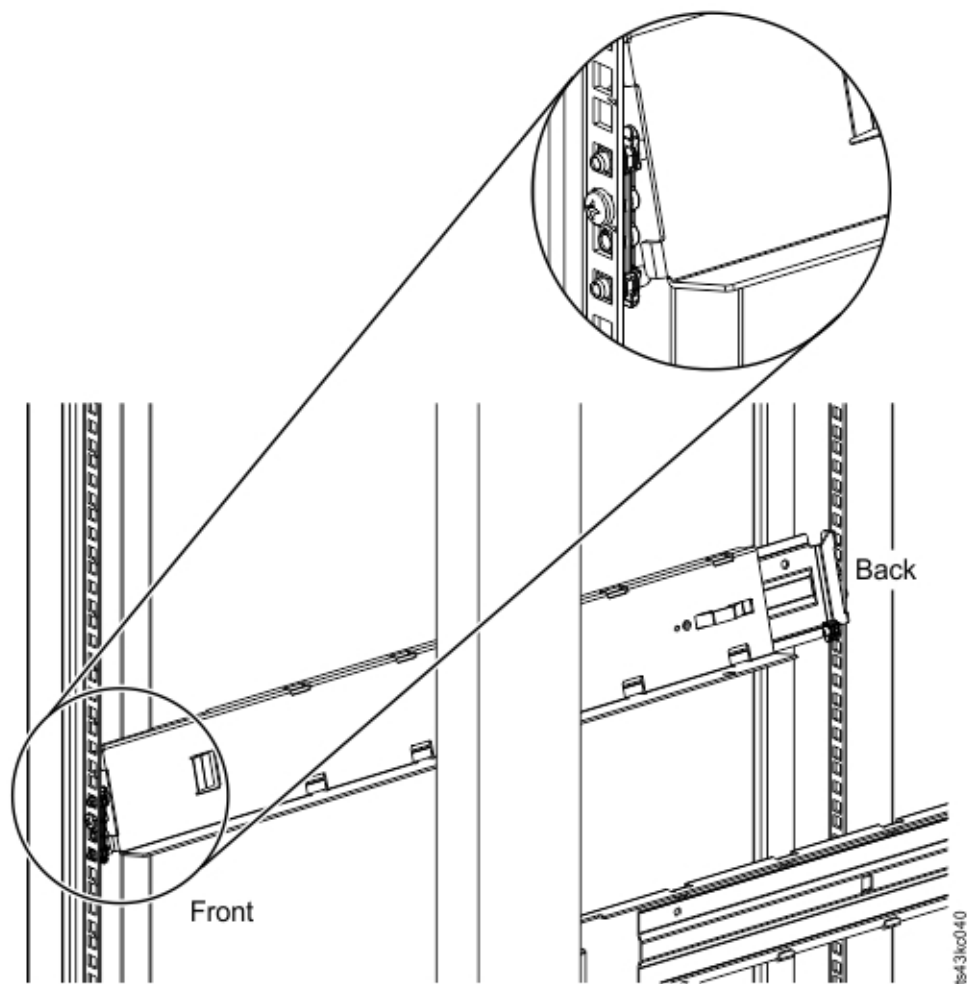

Figure 40. Montage des rails sur les connecteurs
- d. Montez le rail de montage en armoire LH sur les connecteurs. Voir Figure 40.